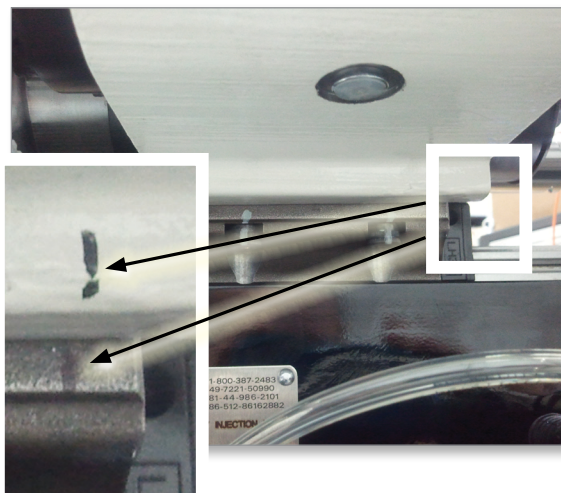

Figura 10-3 Posição da guia linear
18. Marque a posição da guia linear, relativamente ao invólucro de injeção. Consulte a Figura 10-3.